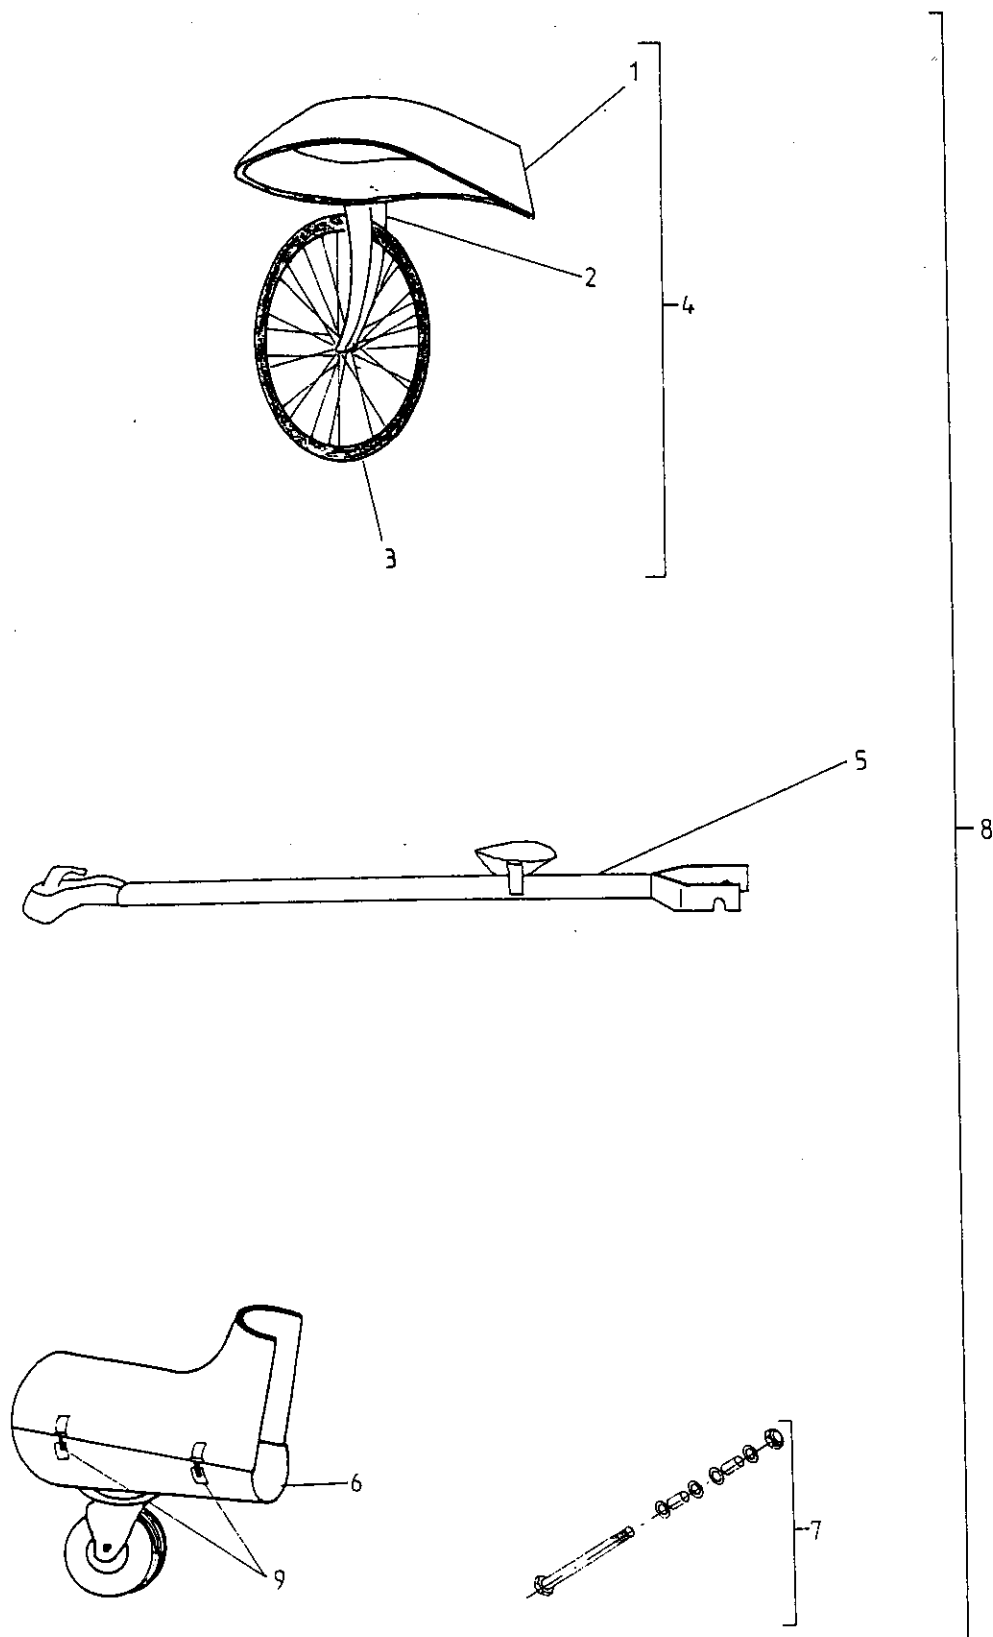

Figure 39
- Figure 39 : Accessoires de mise en piste